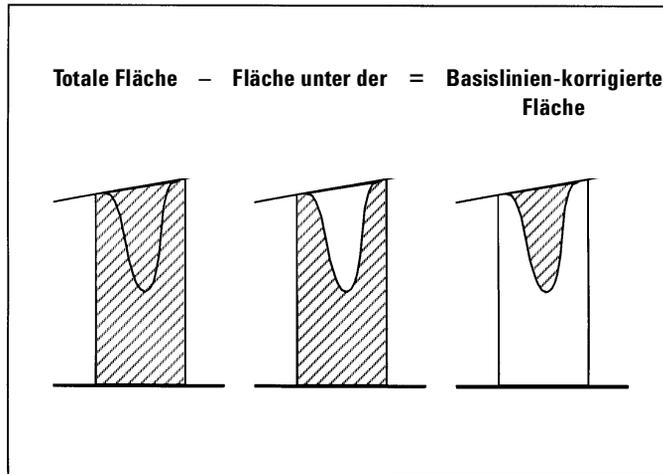

Abbildung 15 Flächenbestimmung bei negativen Peaks
- Negative Peaks liegen unterhalb der Basislinie und haben, wie in Abbildung 15 gezeigt, eine positive Fläche.
Ein Peak wird nur integriert, wenn die Vorgaben aller drei Integrationsparameter erfüllt werden. Mit der Peakbreite des Peaks 3, der Mindestfläche und des Schwellenwertes aus Abbildung 15 werden nur die Peaks 1 und 3 integriert.